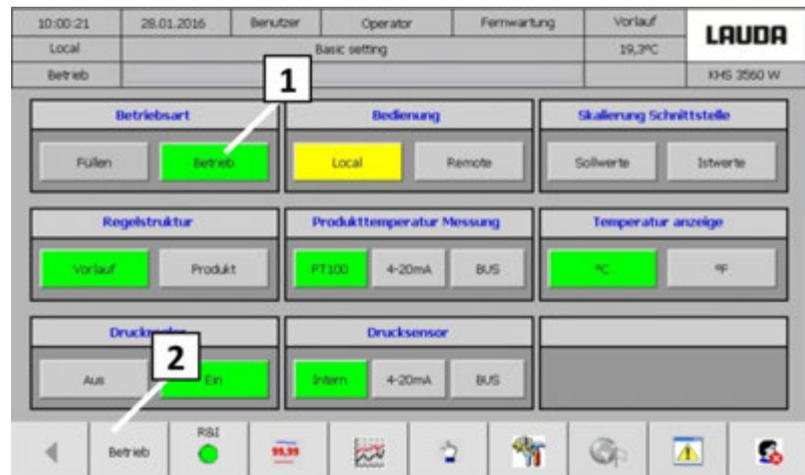

Fig. 35: Écran réglage de base
Le bouton de sélection sur l'écran tactile ne peut être commuté sur « Fonctionnement » que si le niveau de remplissage minimum est atteint dans le vase d'expansion, que le système caloporteur est complètement purgé et que le débit minimal (F100) est supérieur au point de désactivation (Voir la Fig. 35).
25. Commuter le bouton de sélection de l'écran tactile de « Remplissage » à « Fonctionnement » (Voir la Fig. 35 [1])
27. Ouvrir l'écran fonctionnement (Voir la Fig. 35 [2])